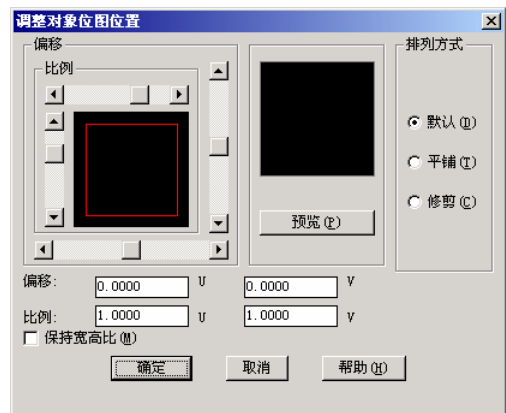

图 6-59 调整对象贴图位置
②单击“拾取点”按钮，将显示绘图窗口，由用户指定平行面。首先需要依次指定平行面的左下角点、右下角点和左上角点，然后返回对话框，此时“平行面”组框中的“拾取的平面”单选按钮将被选中。
③在“中心点位置”组框中，图像控件中的红色图形表示对象网格在当前平行面上的平行投影，而蓝色图形表示当前投影矩形（其左边显示为绿色）。可以通过图像控件旁边的滑动条改变贴图在对象投影面上的相对位置。
④在“X 偏移”和“Y 偏移”文本框中，可以改变贴图在对象投影面上的相对位置，即与“中心点位置”组框中的滑动条作用相同。
⑤在“旋转”文本框中，可以改变贴图在对象投影面上的相对角度。用户也可以使用其右侧的滑动条进行设置。
⑥单击“调整位图”按钮，可以在弹出的对话框中进一步调整位图的位置，如图 6-59 所示。具体操作过程参见 6.2.2 节。
⑦单击“预览”按钮，可以在其上方的图像控件中显示选定材质的位图图像及其贴图坐标。